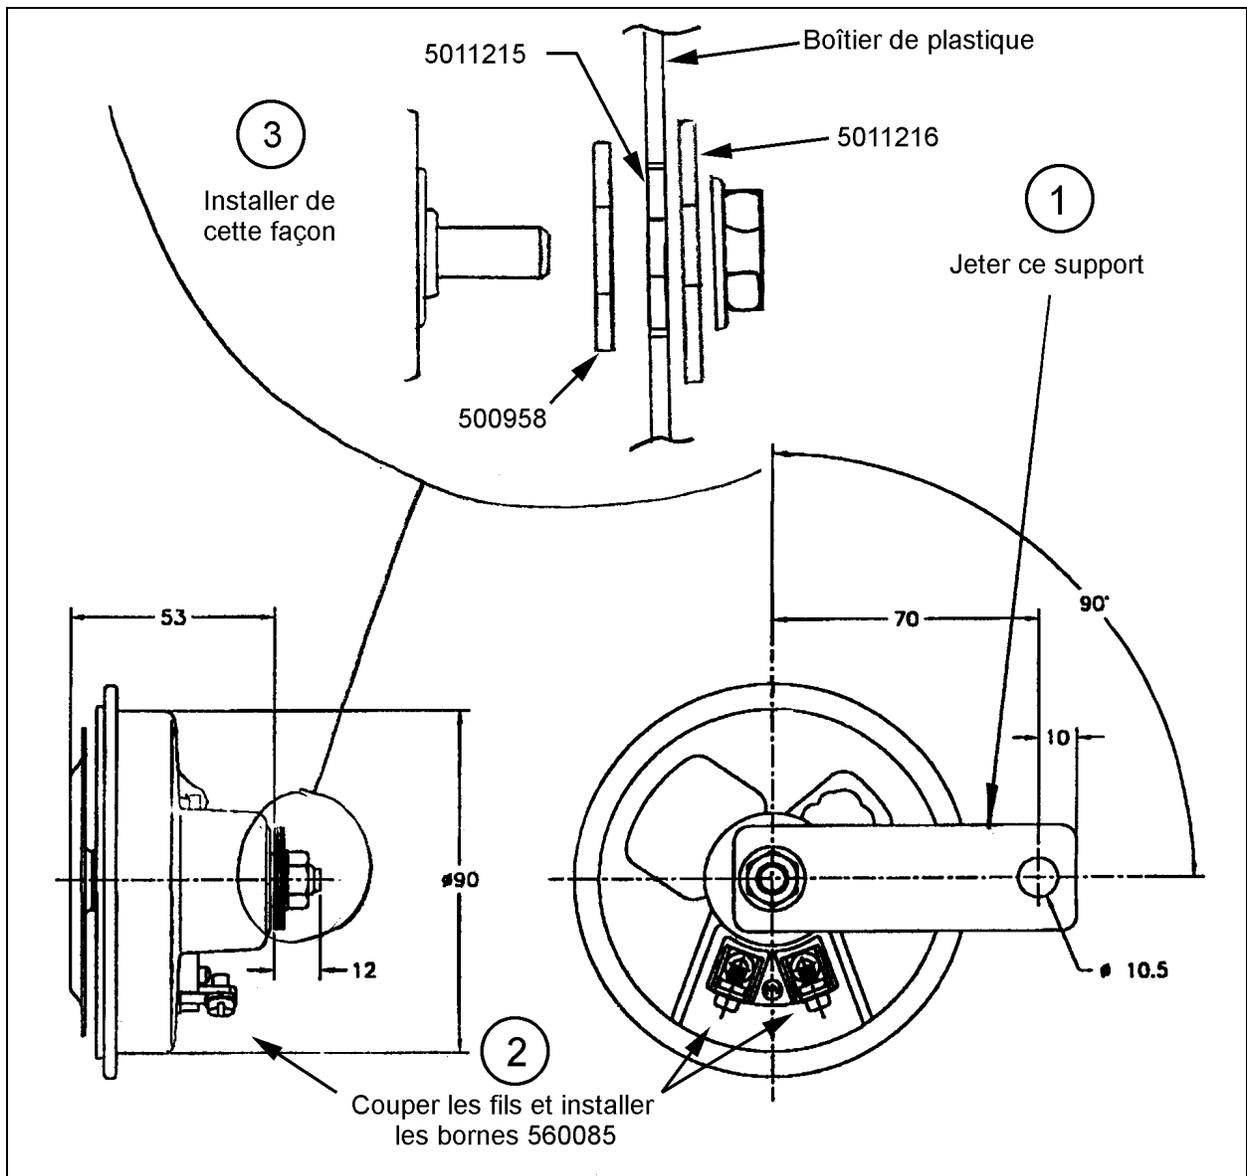

FIGURE 1 : INSTALLATION D'UN KLAXON 24V
3. Installer le nouveau klaxon en suivant les étapes 1 à 3 de la figure 1.